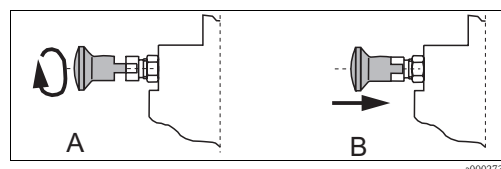

Fig. 14: Tornillo de bloqueo
4. Gire el tornillo de bloqueo hasta un máximo de 90° hasta conseguir que las estrías de plástico queden sobre las muescas (Fig. 14, A).
5. Gire la tubería retráctil **en el sentido de las agujas del reloj** hasta encajar con el tornillo de bloqueo (B).